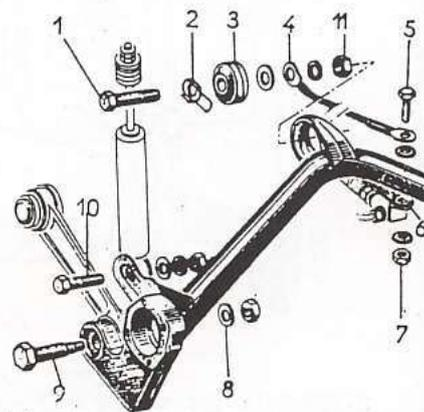

Figure 86. — Détail de fixations de l'essieu arrière
- Désaccoupler les deux amortisseurs, en déposant l'écrou, les deux rondelles et l'axe (10) (fig. 86).
- Rabattre le frein (8), déposer l'écrou et dégager l'axe (9) des bras de suspension droit et gauche.
- Déposer la vis (5), le câble de masse (4), le té arrière (6), les 2 rondelles et l'écrou (7).
- Rabattre le frein (2) et débloquer l'écrou. Dégager l'essieu.
- Déposer l'écrou, la rondelle, le câble de masse, la rondelle, chasser l'axe (1) du joint élastique (3).